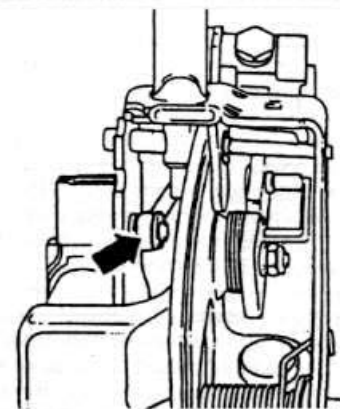

Рис. 4-64. Стрелкой показано ушко троса рычага селектора
- отсоединить ушко троса от рычага селектора (рис. 4-64);
ком привода управления КП и застопорить трос гофрированной прокладкой. Присоединить ушко троса к рычагу селектора и закрепить его стопорной шайбой (рис. 4-64).